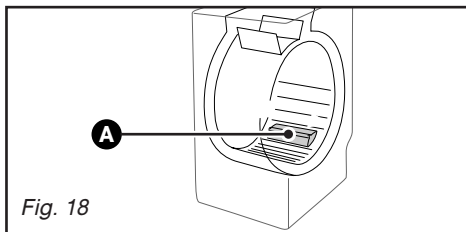

Fig. 18
– ouvrez les portillons du tambour. Au fond de ce dernier vous voyez apparaître une pièce en plastique **A** (Fig. 18)